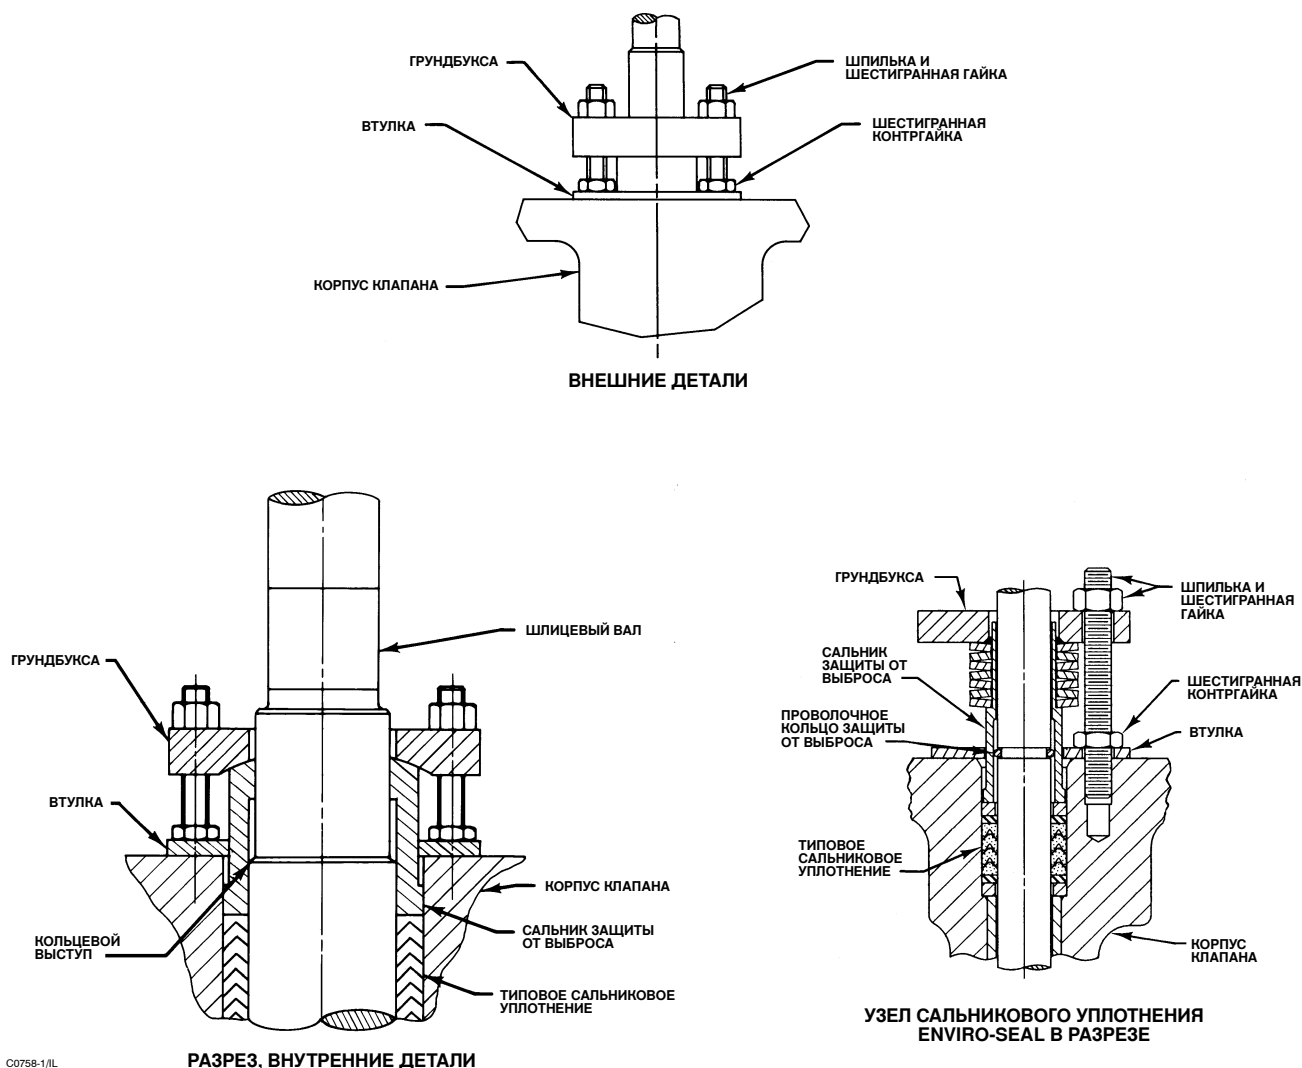

Рис. 7. Детали конструкции защиты от выброса
2. Снимите шестигранные контргайки (поз. 17) и втулку (поз. 10). Снимите грундбуксу (поз. 12). Детально элементы конструкции защиты от выброса показаны на рис. 7.
а. **Для сальникового уплотнения из ПТФЭ или графита:** Отвинтите шестигранные гайки (поз. 15) и выньте грундбоксу (поз. 12). Снимите шестигранные контргайки (поз. 17) и втулку (поз. 10). Снимите сальник защиты от выброса (поз. 12). Также см. рис. 7.